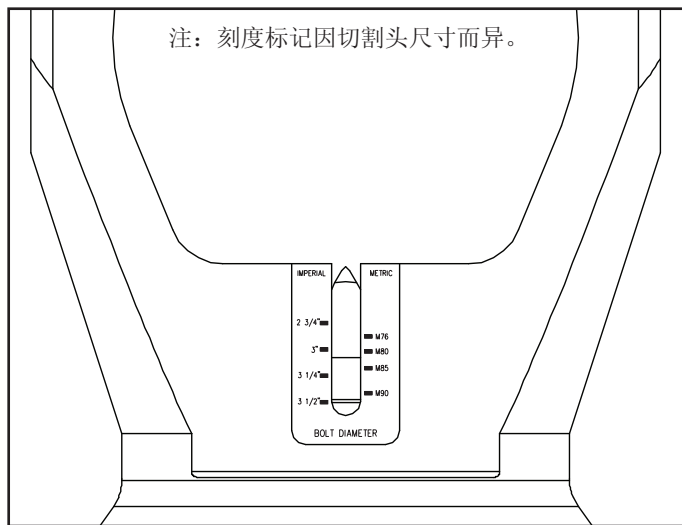

图 5，刀片切割深度刻度
4. 旋转切割头，直至刀片夹持器上的红色标记线与刻度上所需的螺栓尺寸标记线对准。见图 5。